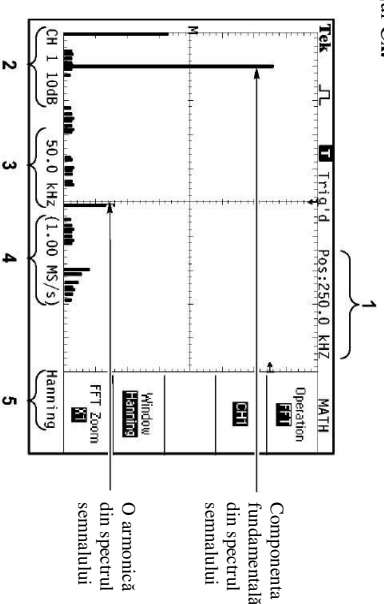

Figura A2: Ecranul osciloscopului în modul FFT
Legendă pentru figura A2: (1) frecvența centrală vizualizată (din centrul ecranului), (2) scara de deflexie pe verticală, în dB/div, (3) scara de deflexie pe orizontală, în Hz/div, (4) frecvența de eșantionare, (5) tipul de ferestră FFT. Frecvența de eșantionare se afișează în S/s (*samples/second*) în loc de Hz